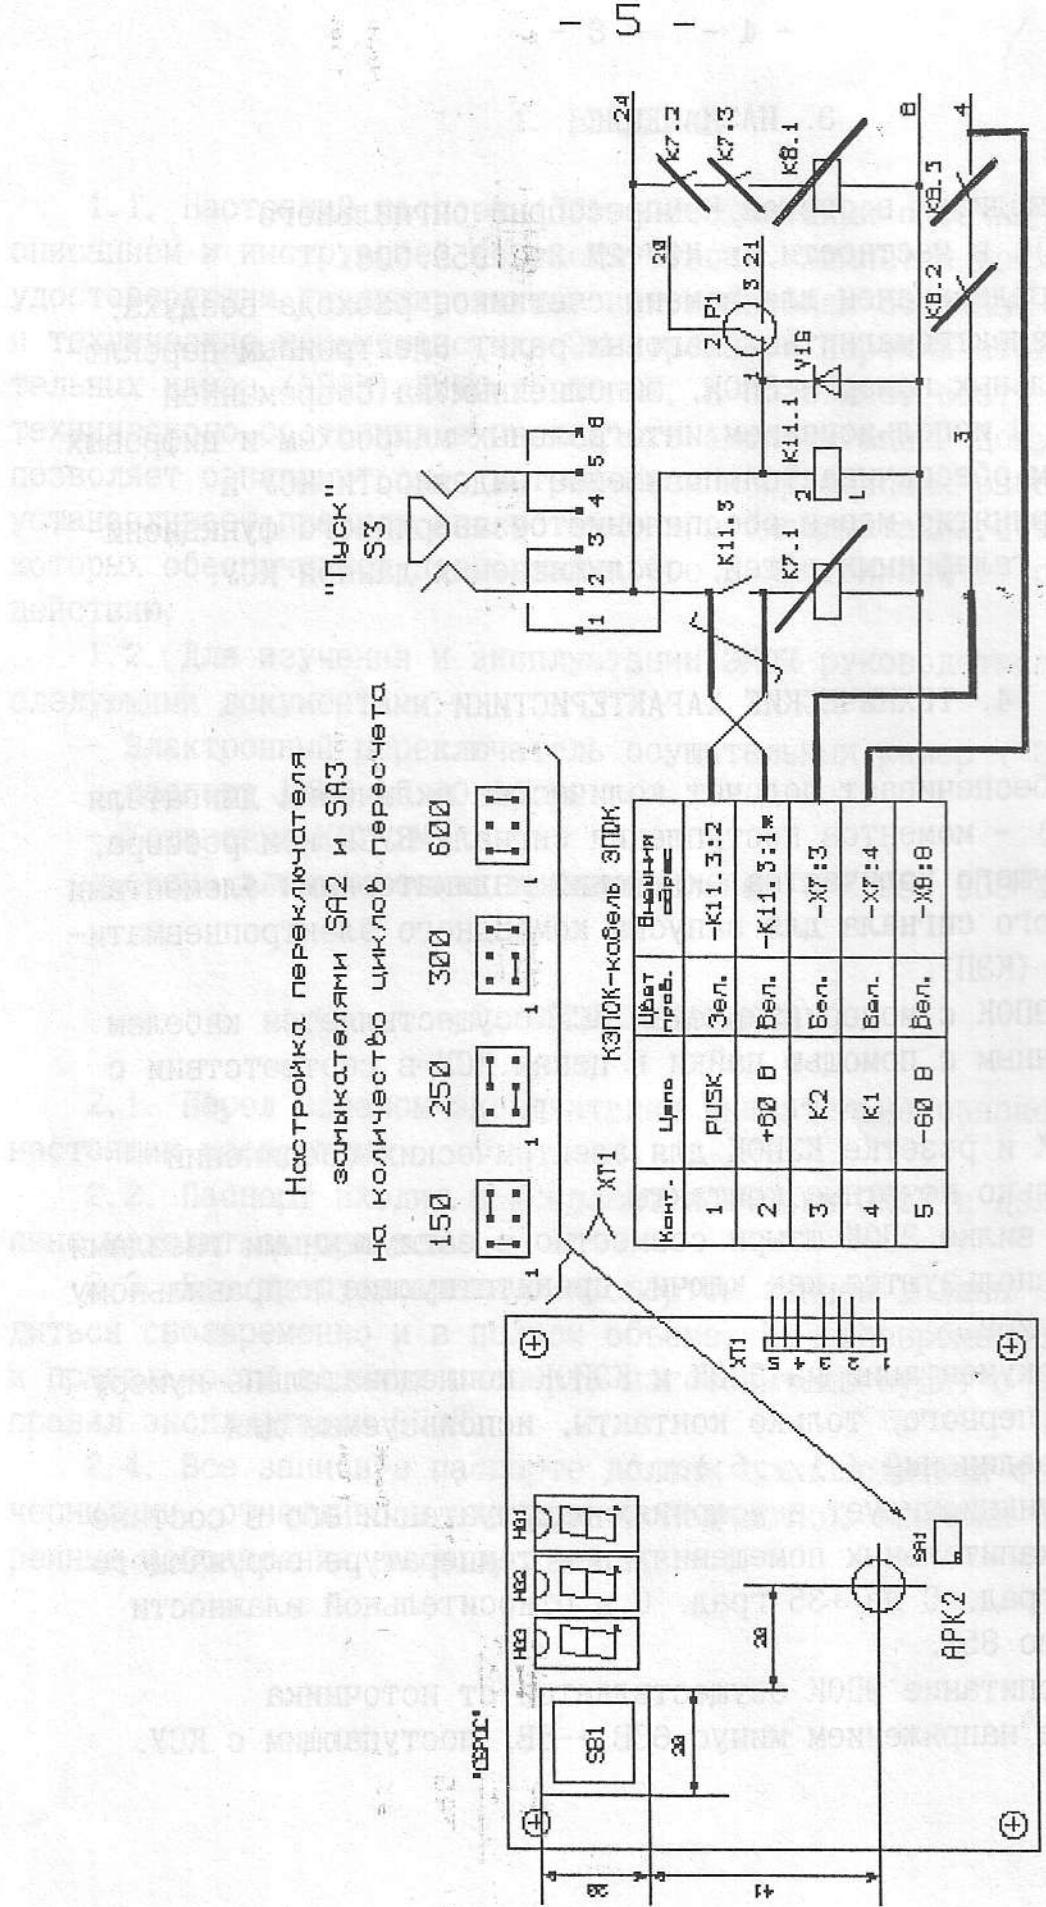

Рис. 1
Соединение ЭПОК с модернизируемым КСУ осуществляется кабелем КЭПОК, подключенным с помощью пайки к цепям КСУ в соответствии с рис. 1.
Конкретное значение коэффициента пересчета ( $N$ ) задается установкой перемычек SA2, SA3 на плате АРК2, входящей в состав ЭПОК, в соответствии с рис. 1.
В крышке, закрывающей панель с реле, необходимо вырезать отверстие для доступа к кнопке СБРОС ЭПОК аналогично эскизу, приведенному на рис. 1.
8.2. Кабель КЭПОК распайивается на контакты КСУ в соответствии с внешними адресами, приведенными на рис. 1.
На рис. 1 электрические соединения, вводимые в КСУ вновь, обозначены утолщенными линиями.
Витая пара (с контактов XT1:1, XT1:2) должна быть распаяна непосредственно на контакты реле К11.3 в полном соответствии с рис. 1.